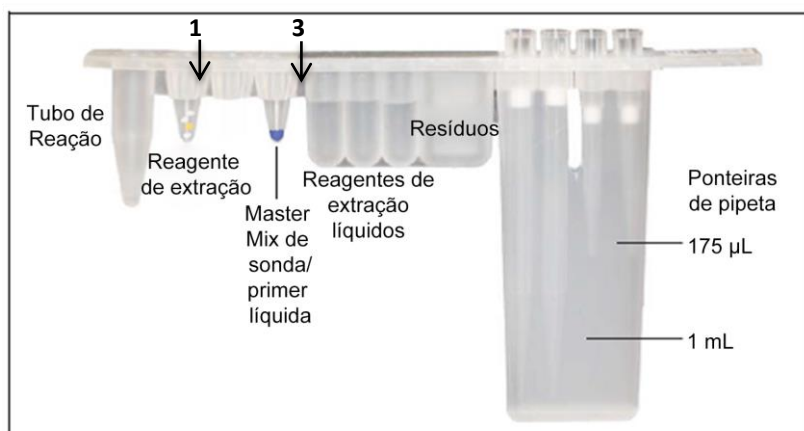

Figura 1: Configuração da Tira de Reagentes Unificados de DNA.
- 2.2.b. Encaixe um tubo de reagente BD Exk-1 de extração de DNA (lacre branco) na posição **1** da Tira de DNA, consulte a Figura 1.
- 2.2.c. Encaixe um tubo de reagente do CPE Screen (lacre azul) na posição **3** da Tira de DNA, consulte a Figura 1.